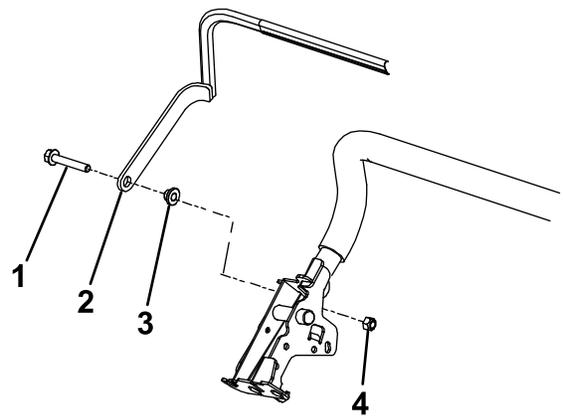

Рисунок 5
5. Закрепите правый конец штанги управления на кронштейн управления и штангу рукоятки с помощью болта с буртиком под головкой, втулки и фланцевой гайки (Рисунок 5). Проследите за тем, чтобы втулка была расположена между кронштейном управления и штангой управления и ориентирована, как показано на Рисунок 5.